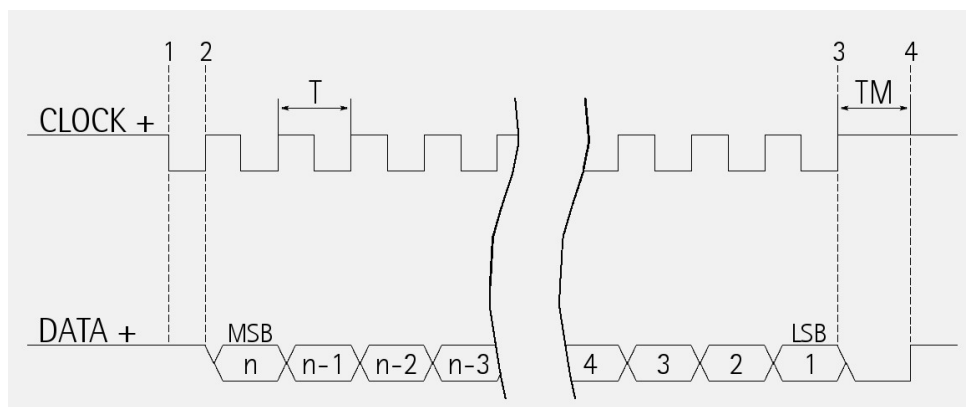

Figura 1 - Schema di trasmissione della data word
5.2 Principio di funzionamento (Figura 1)